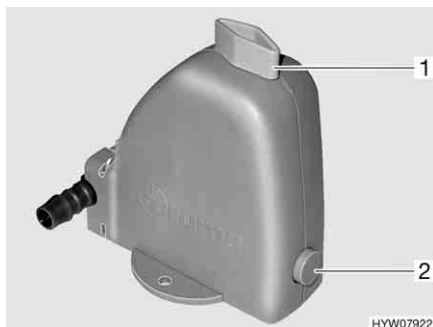

Fig. 216 Válvula de segurança e de descarga do termoacumulador
O termoacumulador está equipado com uma válvula de segurança e de descarga (Fig. 216). A válvula de segurança e de descarga impede que a água gele no termoacumulador, quando o aquecimento não está ligado em caso de gelo.
- Feche a válvula de segurança e de descarga. Para isso, rode o botão giratório (Fig. 216,1) transversalmente em relação à válvula de segurança e de descarga e empurre o botão de pressão (Fig. 216,2) para dentro.
- Abra a válvula de segurança e de descarga. Para isso, rode o botão giratório (Fig. 216,1) longitudinalmente em relação à válvula de segurança e de descarga. O botão de pressão (Fig. 216,2) salta para fora. O termoacumulador é despejado para fora através da válvula de segurança e de descarga.